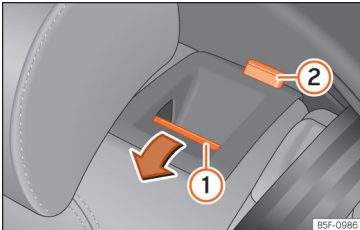

Abb. 93 Rücksitz: Rücksitzlehne vorklappen.
- Entriegelungstaste »» (Abb. 93) ① nach vorn drücken und gleichzeitig die Rückenlehne umklappen. Die Rücksitzlehne ist entriegelt, wenn die rote Markierung des Tasters ② sichtbar ist.